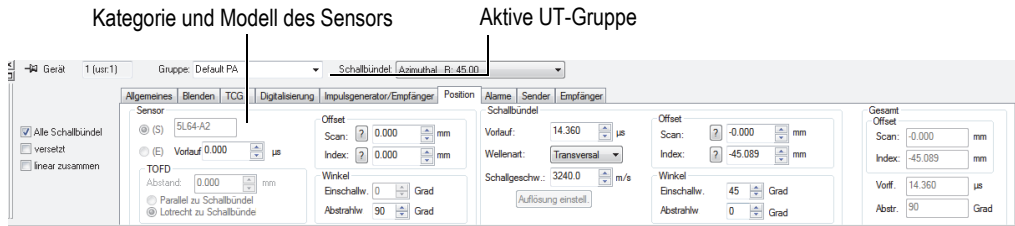

Abbildung 4-25 Auswahl des Sensors im Dialogfeld Ultraschalleinstellungen
3. Im Dialogfeld **Ultraschalleinstellungen** wählen Sie die Kategorie und Modell des Sensors aus (Abbildung 4-25 auf Seite 126).